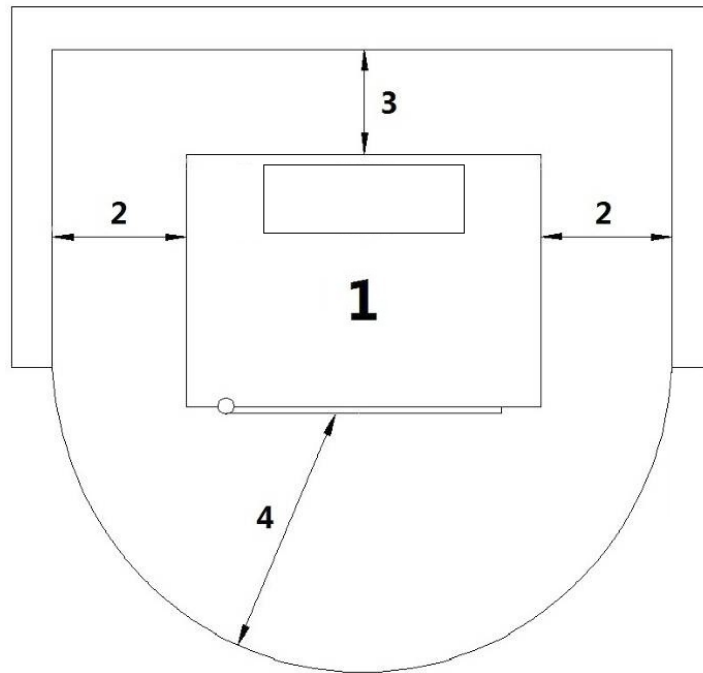

Fig. 13 - Instalação geral
LEGENDA	Fig. 13 pág. 14
- É obrigatório instalar a estufa afastada de eventuais paredes e/ou móveis, com uma circulação de ar mínima de 200 mm nos lados, de 200 mm na parte traseira, para permitir uma eficaz refrigeração do aparelho e uma boa distribuição do calor no local (ver **Fig. 13 pág. 14**).
- Para as normas de segurança anti-incêndio devem-se respeitar as distâncias de objetos inflamáveis ou sensíveis ao calor (sofás, móveis, revestimento em madeira, etc.) como indicado em **Fig. 13 pág. 14**.
- Se as paredes são em material inflamável, verificar a distância de segurança (ver **Fig. 13 pág. 14**).